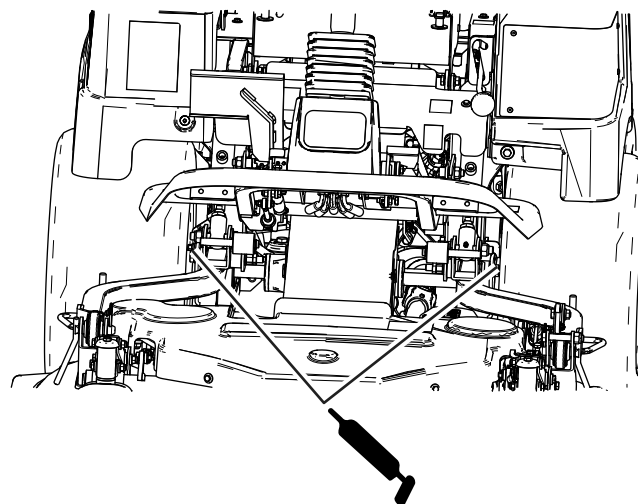

Figure 42
- Roulements des roues avant (Figure 42)